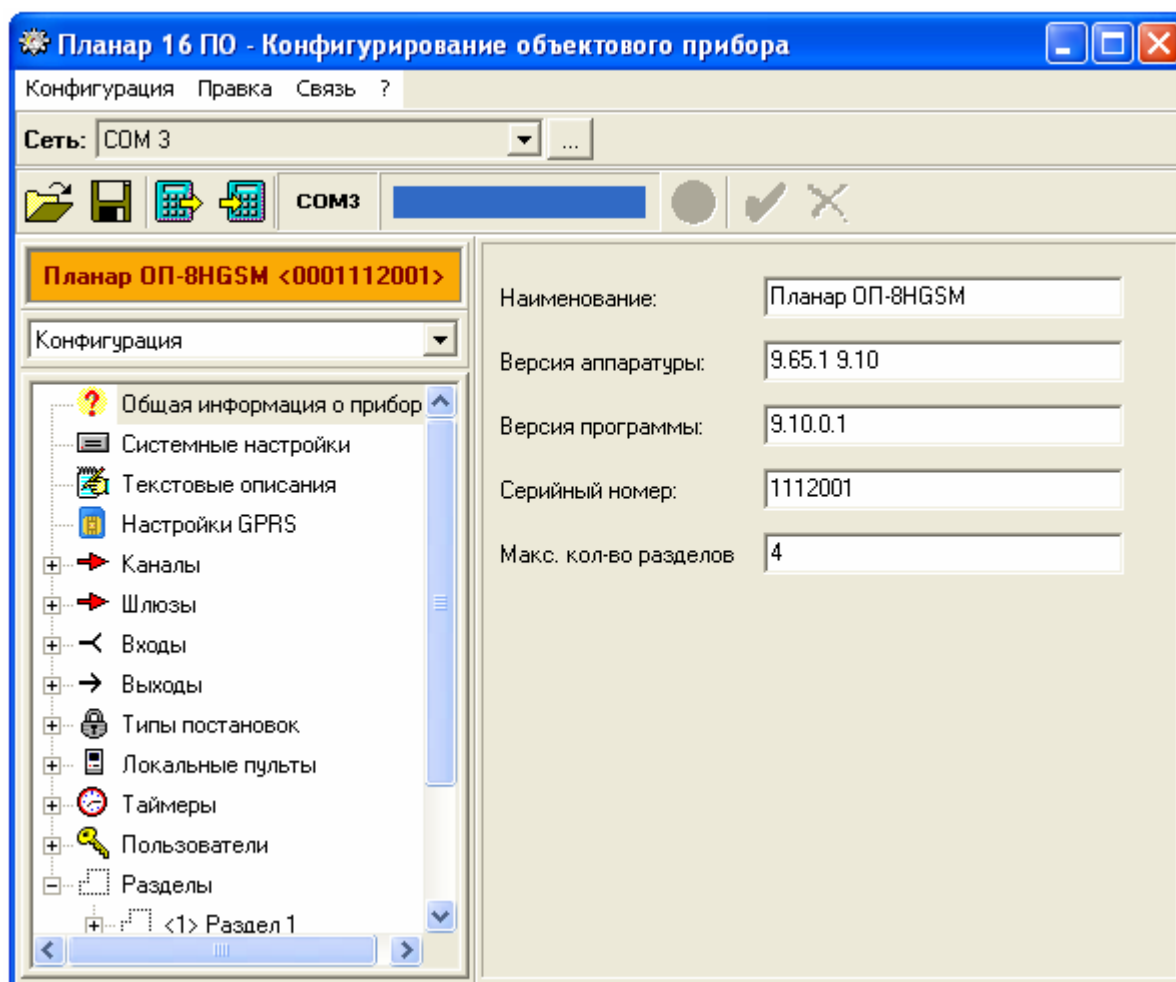

Рис. 12.1 Окно программы конфигурирования объектового прибора
12.2.1.6 Все объектовые приборы «**Планар ОП-8Н GSM**» поставляются с кодом доступа по "умолчанию" **612345**. Код удаленного доступа по "умолчанию" **123456789** (см. п. 10.2.2.3). Окно программы конфигурирования объектового прибора приведено на рис.12.1.